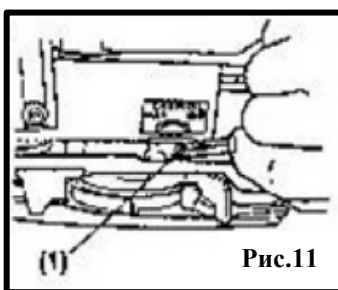

Рис.11
(1) Масло для смазки цепи.
Поток масла для смазки цепи можно регулировать, вставив плоскую отвёртку в паз винта (1) в нижней части стороны муфты (если предусмотрено конструкцией) (Рис.11,12)